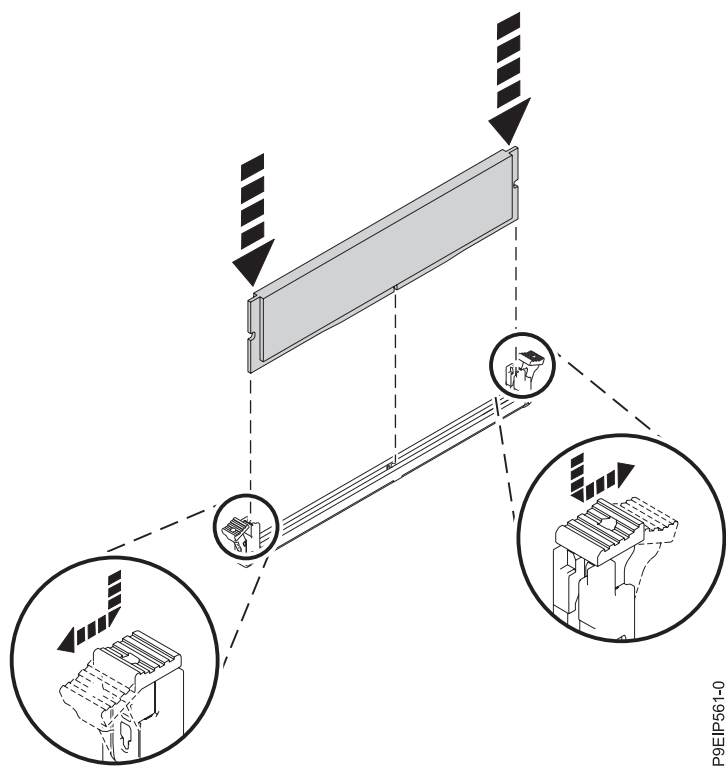

Figura 23. Inserción del DIMM de memoria
- b. Presione firmemente en cada lado del DIMM tal como se muestra en la Figura 23 en la página 27 hasta que la pestaña de bloqueo quede encajada en su sitio con un clic audible.